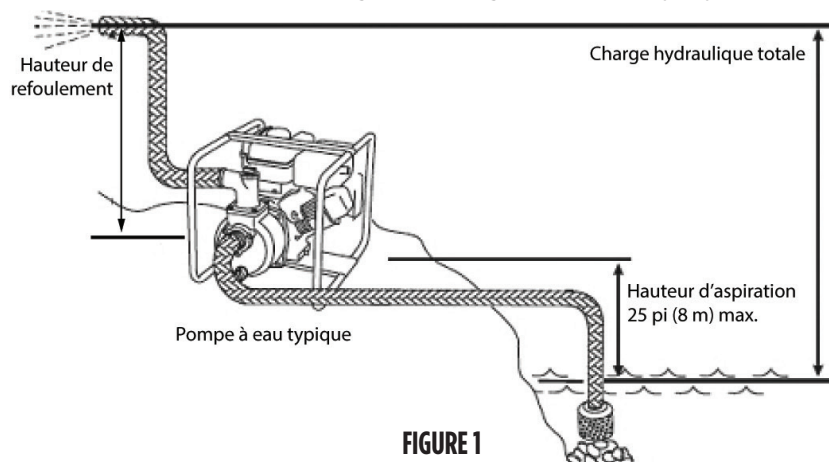

FIGURE 1
**Utilisez cette pompe uniquement pour de l'eau**, dans un endroit où la hauteur d'aspiration verticale à partir du niveau d'eau est de 25 pi (7,6 m) ou moins. Ne dépassez pas la hauteur d'aspiration maximale. La charge hydraulique réfère à la hauteur d'une colonne d'eau qui peut être fournie par le refoulement de la pompe (Figure 1). La hauteur d'aspiration (ou levage d'aspiration) est la distance verticale entre le centre de la pompe et la surface du liquide sur le côté aspiration de la pompe. La hauteur de refoulement est la distance verticale entre l'orifice de refoulement de la pompe et le point de refoulement. La charge totale est la somme de la hauteur d'aspiration et de la hauteur de refoulement. L'élévation au-dessus du niveau de la mer et les pertes par frottement doivent être prises en compte.